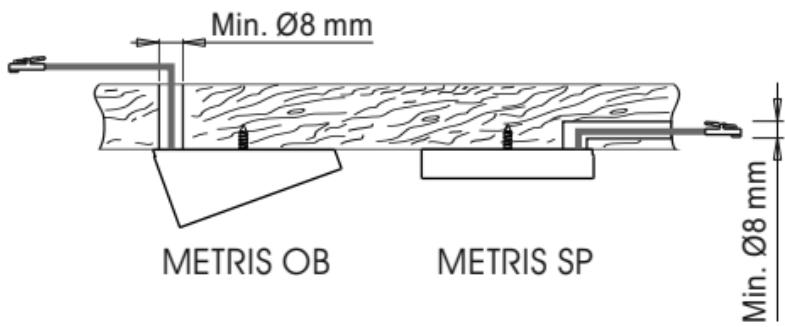

Fig 6
- If necessary, bore a Ø ≥ 8mm exit hole for the power supply cable as illustrated in figure 6.
- Für den Austritt des Netzkabels ggf. eine Bohrung mit $\phi \geq 8$ mm ausführen (siehe Abb. 6).
- Si besoin, pratiquer pour la sortie du câble d'alimentation un trou de $\varnothing \geq 8$ mm, comme indiqué sur la figure 6.